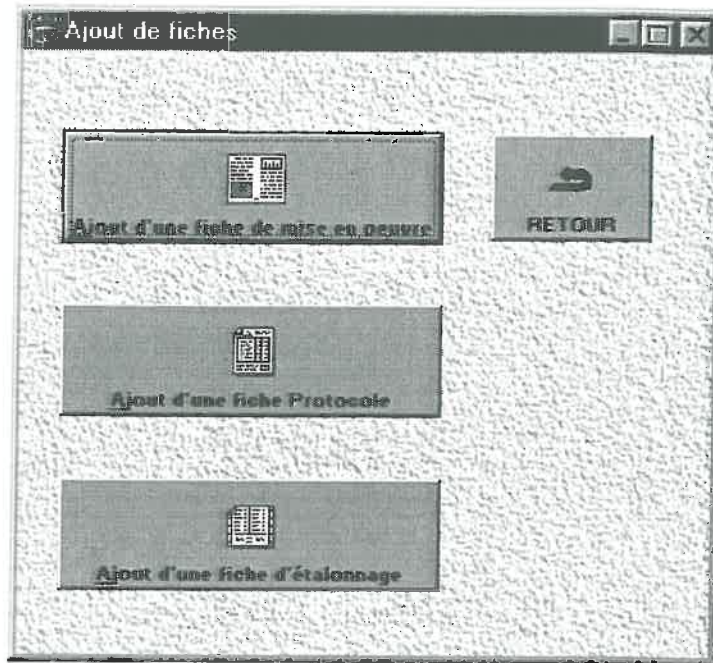

Fig.47 : Choix du groupe de fiche
La fenêtre suivante s'ouvre (fig.47) :
- La fenêtre se ferme pour revenir à la fenêtre précédente (fig.47)